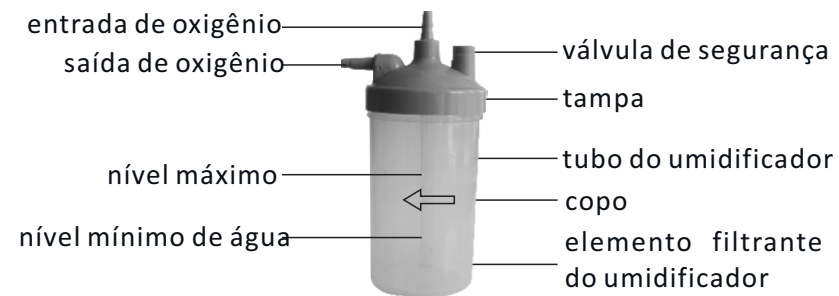

Figura 5: componentes do umidificador
**NÃO** encha o copo do umidificador acima do nível máximo. (Figura 5)